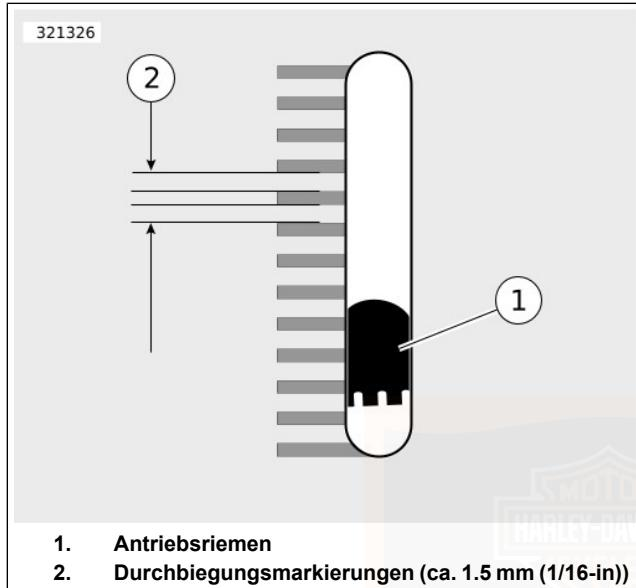

Abbildung 106. Sichtfenster der Riemdurchbiegung
- a. Den O-Ring (4) zur Null-Markierung (3) schieben.
- b. **M o d e l l e m i t Rahmendurchbiegungs-Sichtfenster:** Die Riemenhalterung (2) in einer Linie mit dem Riemdurchbiegungs-Sichtfenster an den unteren Teil des Antriebsriemens anlegen.
- c. **Alle anderen Modelle:** Die Riemenhalterung (2) gegen die Unterseite des Antriebsriemens auf halbem Wege zwischen den Antriebsriemenscheiben anordnen.
- d. Den Knopf (6) nach oben drücken, bis der O-Ring nach unten auf die Markierung 4,54 kg (10 lb) (5) rutscht; dort festhalten.
- Modelle mit Riemdurchbiegungs-Sichtfenster:** Siehe Abbildung 106. Die Riemdurchbiegung durch das Riemdurchbiegungs-Sichtfenster messen und dabei das Prüfgerät ruhig halten. Jede Durchbiegungseinteilung entspricht ungefähr 1,6 mm (1/16 in).